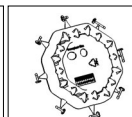

fig. 1b
■ **fig. 1b/10** Os gabaritos integrados no lado posterior do disco medidor (fig. 1b) mostram o tamanho mínimo do transplante necessário para o preenchimento da membrana timpânica (fig. 10).